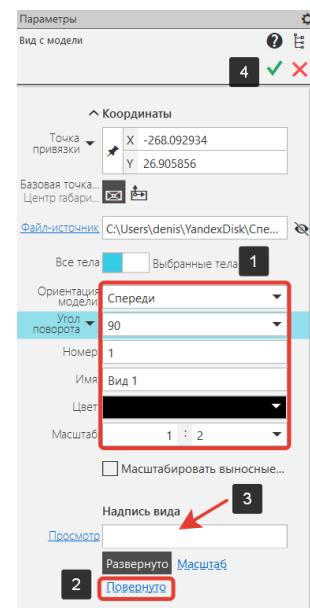

Рисунок 203 – Настройка параметров вида
- В окне параметры изменим значения для следующих строк (1): ориентация модели – спереди, угол поворота – 90 градусов, масштаб – 1:2. В строке Надпись вида уберем пиктограмму Повернуто, кликнув на кнопку Повернуто (2). По завершении работы нажмем кнопку Создать объект (4) (Рисунок 203);